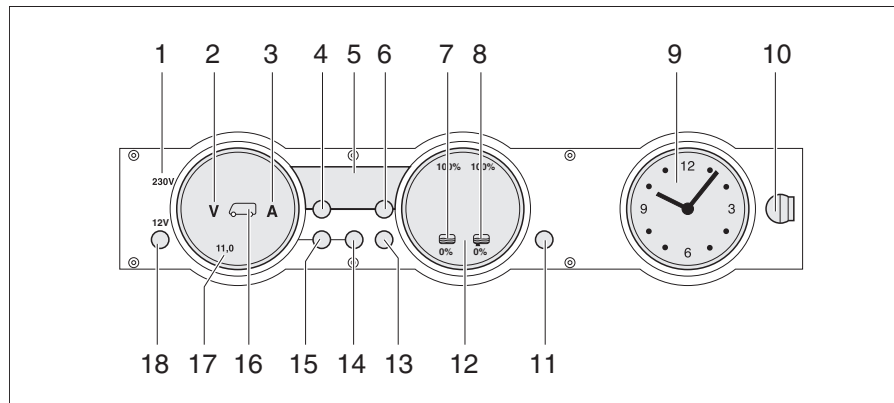

Bild 251 Panel MP 20-T
Die 230-V-Kontroll-Leuchte (Bild 251,1) leuchtet, wenn am Eingang des Elektroblocks Netzspannung vorhanden ist.
Der 12-V-Hauptschalter (Bild 251,18) schaltet das Panel und die 12-V-Versorgung des Wohnraums ein und aus.
- Taste "12 V" (Bild 251,18) kurz drücken. Die 12-V-Versorgung des Wohnraums ist eingeschaltet. Die Kontroll-Anzeige "12 V" leuchtet.
- ▷ Wenn nach dem Einschalten die LED "11,0" der Voltanzeige sowie das Symbol Volt "V" (Bild 251,2) im Anzeigeelement Batterien (Bild 251,17) blinken, dann ist die Spannung der Wohnraumbatterie zu gering. Batterie laden.
- ▷ Wenn nach dem Einschalten die Kontroll-Anzeige "12 V", das Symbol Wohnraumbatterie (Bild 251,16) und das Symbol Volt "V" (Bild 251,2) dreimal blinken, dann ist die Batterietrennung aktiviert. Batterietrennung deaktivieren.
- Taste "12 V" (Bild 251,18) kurz drücken. Die 12-V-Versorgung des Wohnraums ist ausgeschaltet. Die Kontroll-Anzeige "12 V" erlischt.
- Taste Wohnraumbatterie (Bild 251,14) drücken und ca. 10 Sekunden lang gedrückt halten. Die Symbole Volt "V" (Bild 251,2) und Ampere "A" (Bild 251,3) blinken dreimal. Die Wohnraumbatterie ist vom 12-V-Bordnetz getrennt.
- Taste "12 V" (Bild 251,18) drücken und ca. 5 Sekunden lang gedrückt halten. Das Symbol Volt "V" (Bild 251,2) blinkt dreimal. Die Wohnraumbatterie ist mit dem 12-V-Bordnetz verbunden. Die Kontroll-Anzeige leuchtet nach ca. 2 Sekunden.
- Taste Wohnraumbatterie "🔋" (Bild 251,14) drücken. Das Symbol Volt "V" (Bild 251,2) leuchtet. Das Symbol Ampere "A" leuchtet je nach Ladung oder Entladung weiß bzw. rot. Die Batteriespannung und der Strom der Wohnraumbatterie werden über die LEDs im Anzeigeeinstrument angezeigt.
- Taste Starterbatterie "🔋" (Bild 251,15) drücken. Das Symbol Volt "V" (Bild 251,2) leuchtet. Die Batteriespannung der Starterbatterie wird über die LEDs im Anzeigeeinstrument angezeigt.
- Taste Tanks "  " (Bild 251,13) drücken. Die Symbole Wassertank "  " (Bild 251,7) und Abwassertank "  " (Bild 251,8) leuchten. Die Füllstände des Wassertanks (linke Skala) und des Abwassertanks (rechte Skala) werden über die LEDs im Anzeigeeinstrument angezeigt.
Das Symbol Volt "V" (Bild 251,2) und die LED "11,0" blinken, sobald die Spannung der Batterie 11 V (Messung bei laufendem Betrieb) unterschreitet und damit Tiefentladung droht.
Das Symbol Wassertank "  " (Bild 251,7) oder das Symbol Abwassertank "  " (Bild 251,8) blinkt, wenn der Wassertank leer oder der Abwassertank voll ist.